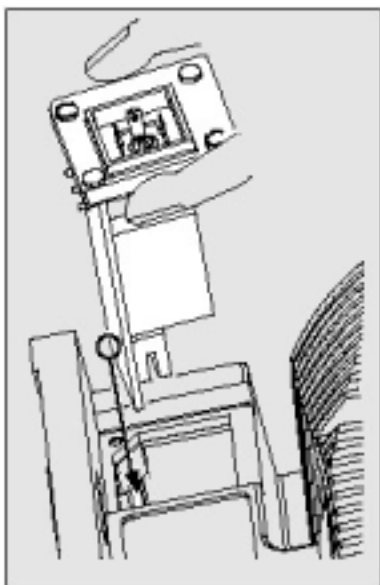

Рисунок 17
- Удерживая реле за правый и левый края крышки правой рукой, слегка наклоните переднюю часть влево (см. рисунок 17).